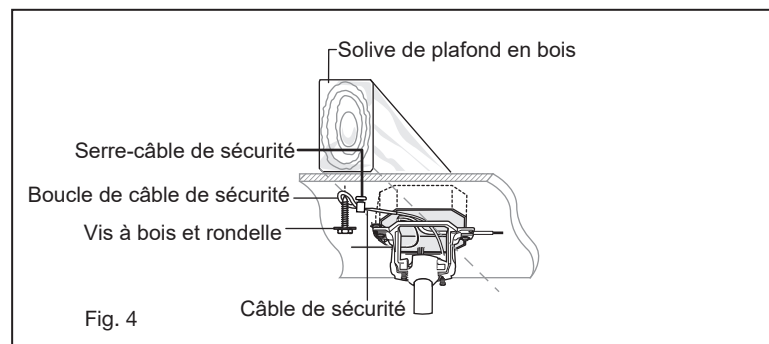

Fig. 4
**NOTE :** La languette opposée à l'ouverture du support de suspension doit s'insérer dans la fente de la rotule. (Fig. 4)